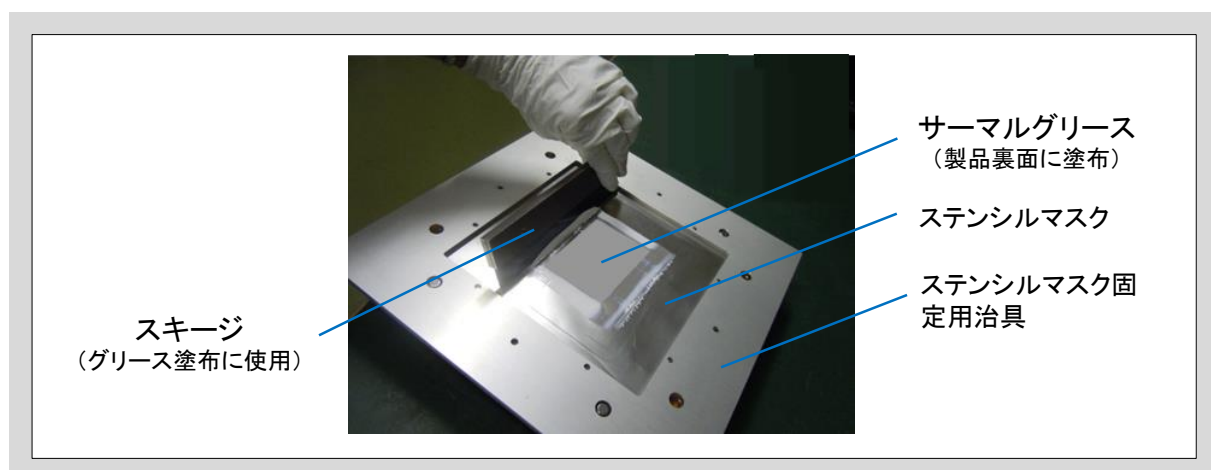

図5-1 サーマルグリース塗布の様子
- 塗布方法については、適切な厚さを管理するためにステンシル工法を推奨します(図5-1)。推奨するステンシルマスクパターンは、巻末付録を参照ください。